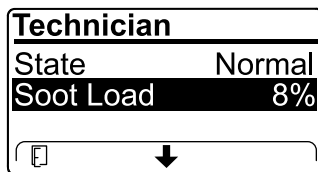

Figura 73
- Vea la carga de hollín que se mide como porcentaje de hollín en el DPF (Figura 73); consulte la tabla de carga de hollín.